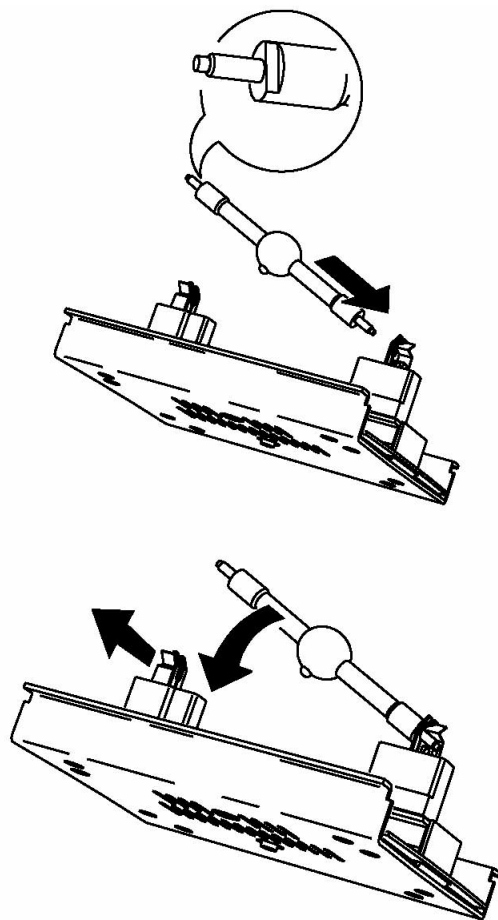

Рисунок 6: Установка лампы
4. См. Рисунок 6. Установив лампу так, чтобы сосок колбы был направлен в сторону вентиляционной решётки, вставьте правый конец новой лампы в патрон. Отогните прижимную пластину левого контакта и вставьте лампу на место.